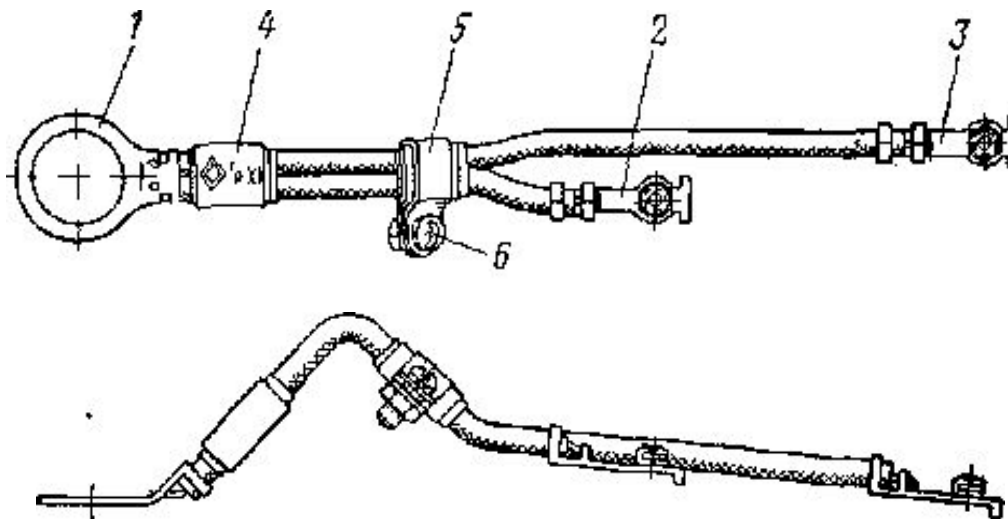

Рис.7.11. Конструкция термопары для поршневых двигателей:
- Конструкция термопары для поршневых двигателей показана на рис. 7.11. Термоэлектроды, изготовленные из хромеля и копеля, впаяны в медную шайбу, которая служит для крепления термопары под свечой зажигания поршневого авиадвигателя и играет роль теплоприемника. Концы термоэлектродов соединяются наконечниками 2 и 3 с многожильными соединительными проводами из того же материала, что и термоэлектроды. Соединительные провода закапчиваются штепсельным разъемом, внутри которого расположено подгоночное сопротивление (несколько витков манганиновой проволоки), с помощью которого достигается постоянство суммарного сопротивления термопары и соединительных проводов (провода выпускаются различной длины).